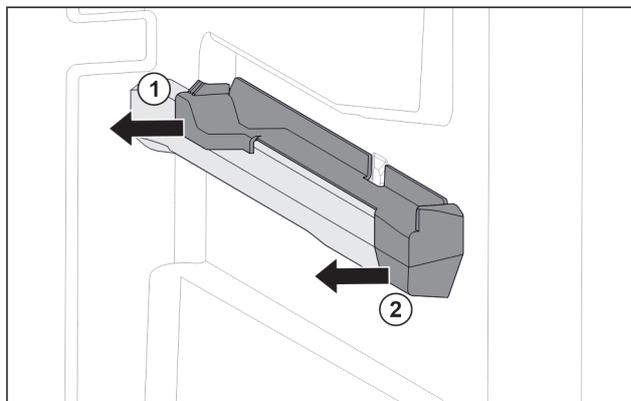

Fig. 93 Pieza de acoplamiento en la nervadura para recipientes derecha
- ▶ Retire la pieza de acoplamiento por detrás lateralmente. Fig. 93 (1)
- ▶ Retire la pieza de acoplamiento por delante lateralmente. Fig. 93 (2)